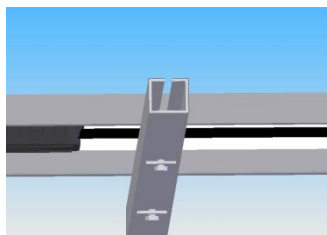

Bild: 7
- Die PV Module können auch an den vorgefertigten Befestigungslöchern am Montagegestell angebracht werden. Verschrauben Sie das Modul an mindestens vier stellen der auf der Rückseite des Modulrahmens befindlichen Befestigungspunkte und benutzen Sie dafür bitte Schrauben, Muttern und Unterlegscheiben des Formats M6 8.8 (siehe Bild 7, 8 & 9). Die Art und Weise der Befestigung muss durch **ILB HELIOS** genehmigt sein, sonst übernimmt **ILB HELIOS** keinerlei Garantie für das Modul.